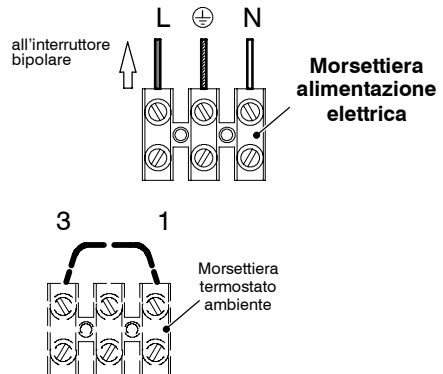

fig. 5.11
- 1 Collegare il cavo di alimentazione elettrica proveniente dall'interruttore onnipolare alla morsettiere di alimentazione elettrica della caldaia fig. 5.11 rispettando la corrispondenza della linea (filo marrone) e del neutro (filo azzurro).
Per il collegamento di un termostato ambiente servirsi della morsettiera termostato ambiente della caldaia fig. 5.11